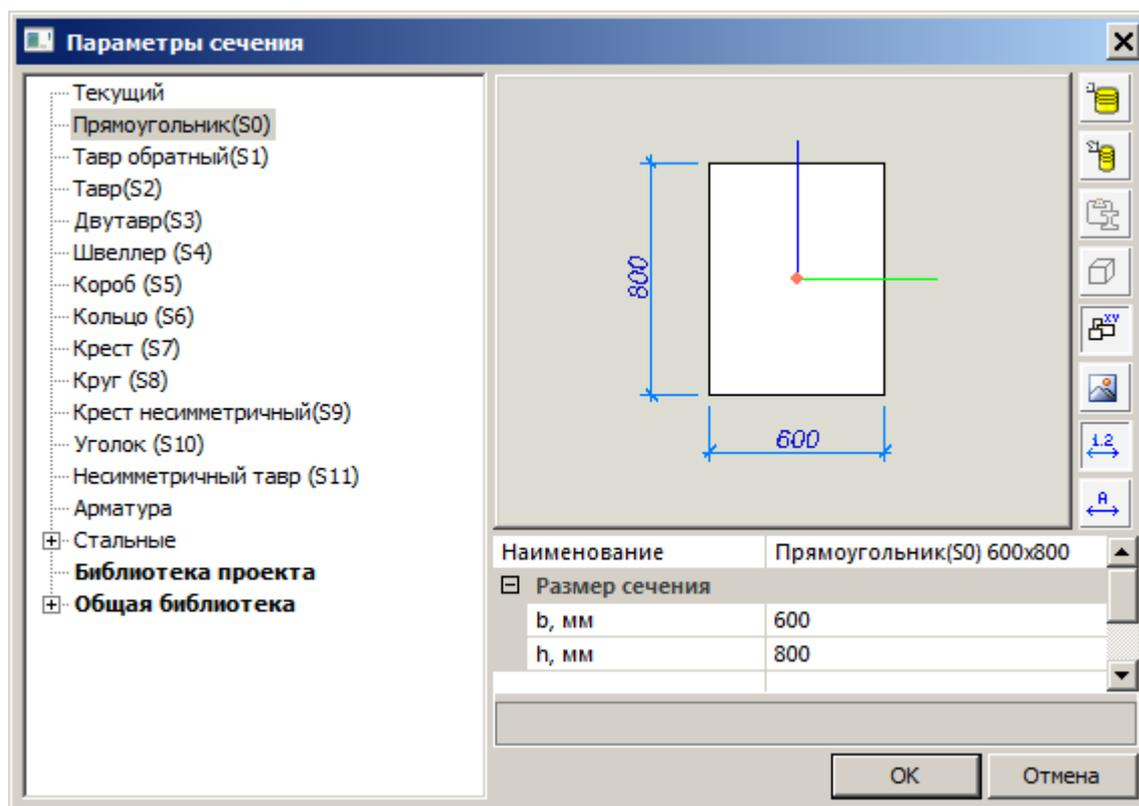

Рис.23.6. Диалоговое окно **Параметры сечения**
- Вызовите диалоговое окно **Параметры сечения** (рис.23.6) щелчком по кнопке  в строке свойств инструмента Колонна.